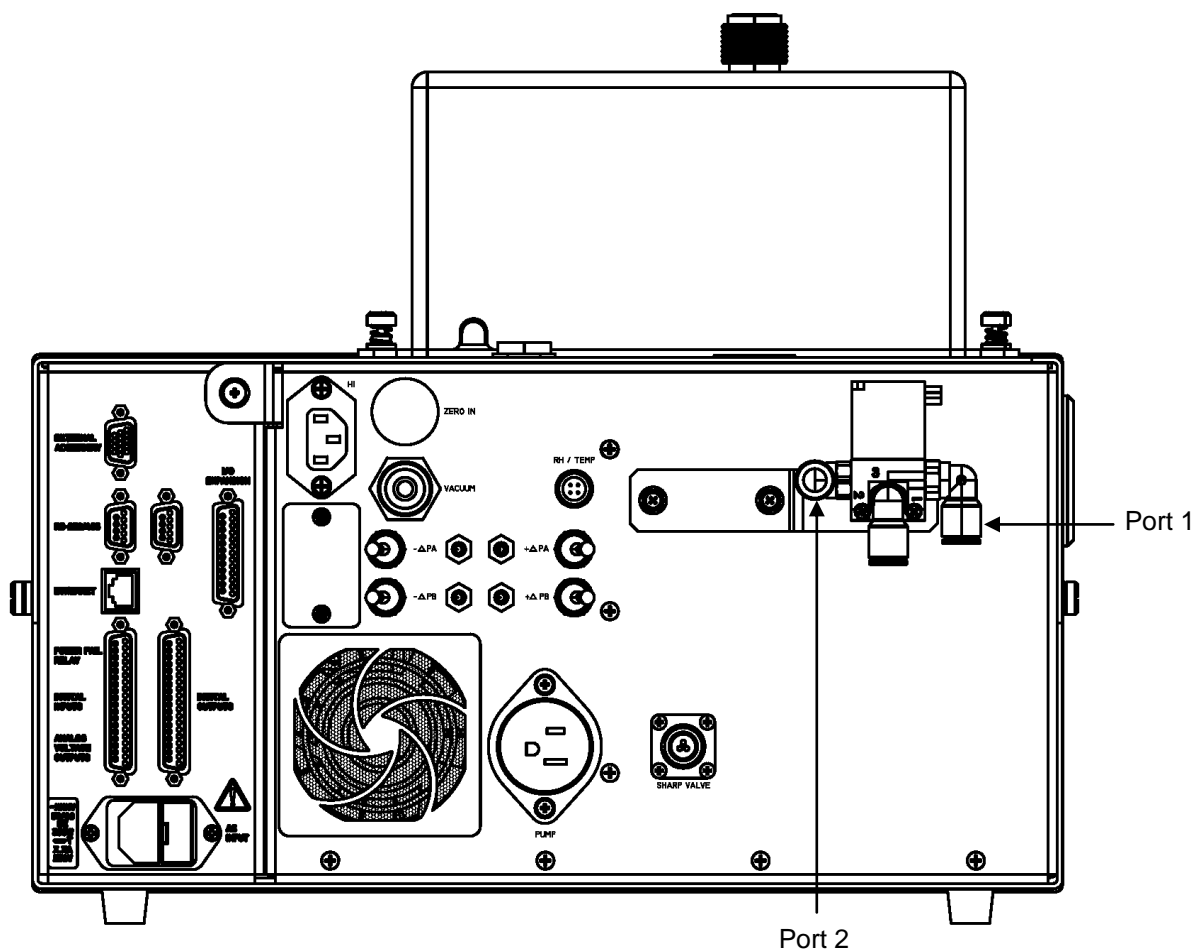

Abb. 10-7. Ventil-Baugruppe installieren
1. Die externe Ventil-Baugruppe mit der unverlierbaren Hardware an der Rückwand befestigen und den 3-pol. Stecker and dem entsprechend gekennzeichneten Ventil auf der Geräterückseite anschließen (Abb. 10-7).